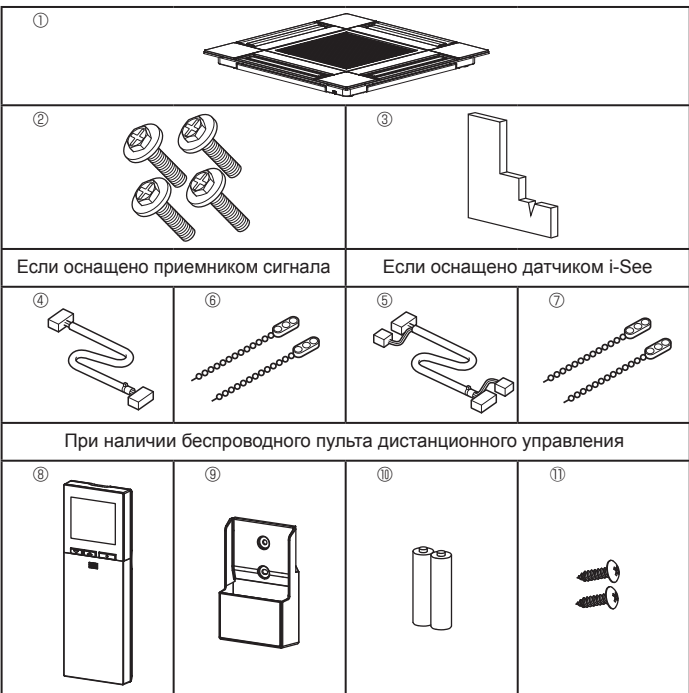

Fig. 10-1
10.1. Проверьте дополнительные принадлежности решетки (Fig. 10-1)